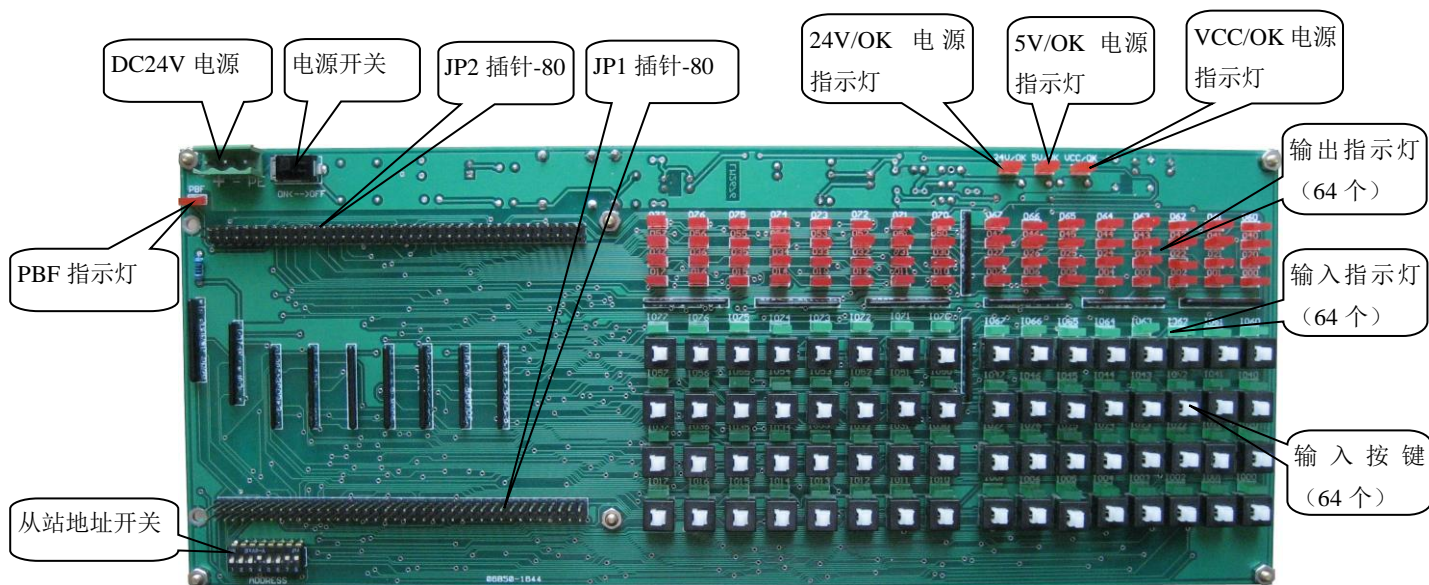

图 4-1 PB-OEM3-IO/64 从站调试实验板
① OEM3 评估板见下图 4-1 所示，它为开发 PROFIBUS 产品的用户提供了一个完整、最小化、最便捷的调试实验平台。